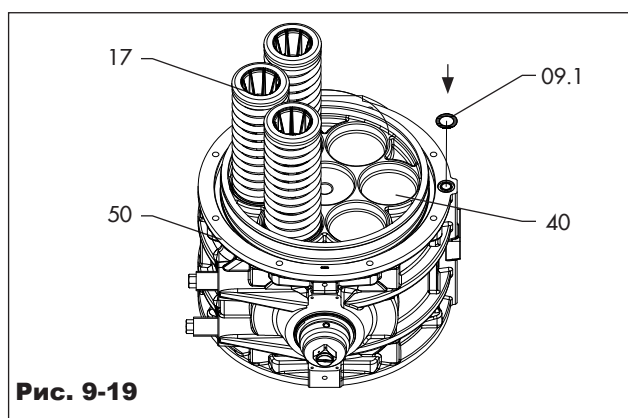
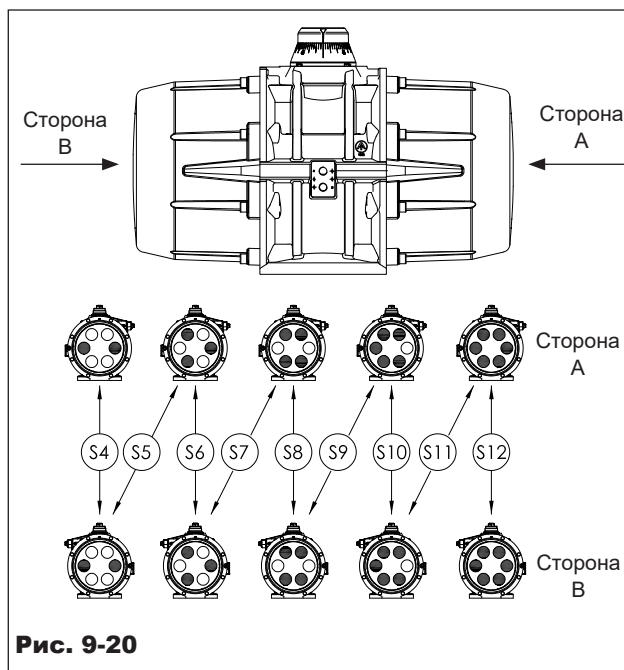

Рис. 9-19
Рис. 9-20
- Установите привод в вертикальное положение, как показано на рис. 9-19.
- В случае привода с пружинным возвратом установите требуемое количество пружинных блоков (рис. 9-19) в правильное положение, как указано на рис. 9-20, в зависимости от модели привода.
- Смажьте и установите уплотнительное кольцо (09.1) на корпус (50). (Рис. 9-19)